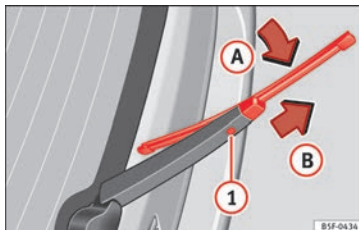

Fig. 81 Cambio de la escobilla de la luneta trasera.
- Rote la escobilla ligeramente » » **fig. 81** (flecha **A**).